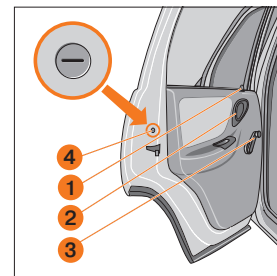

Рис. 9. Задняя дверь
**Задние двери** блокируются изнутри салона нажатием на кнопку **1** блокировки замка, как при открытой, так и при закрытой двери (рис. 9).
Для опускания и подъёма стекла задних дверей используются механические стеклоподъёмники, которые приводятся в действие рукояткой **3** (рис. 9). Стекло задней двери опускается не полностью.
Если на заднем сиденье находятся дети, рекомендуется ключом зажигания повернуть шлиц защелки **4** на 90° (рис. 9).